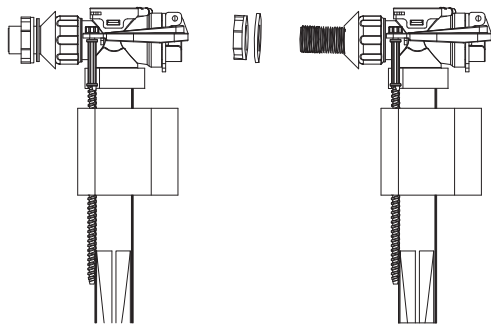

Рис. 2 / 2-сур.
1. Открутите крепежную гайку на впускном клапане (рис. 2).